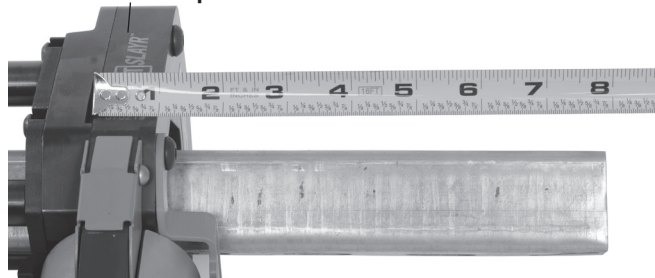

Рис. 6A - Измерение длины стоечного профиля
- а. Использование желоба измерения ленты (расположенной на плоскости среза) (Рис. 6A).
- a. Bant Ölçüm Yuvasını kullanın (makaslama düzleminde bulunur) (Figure 6A).